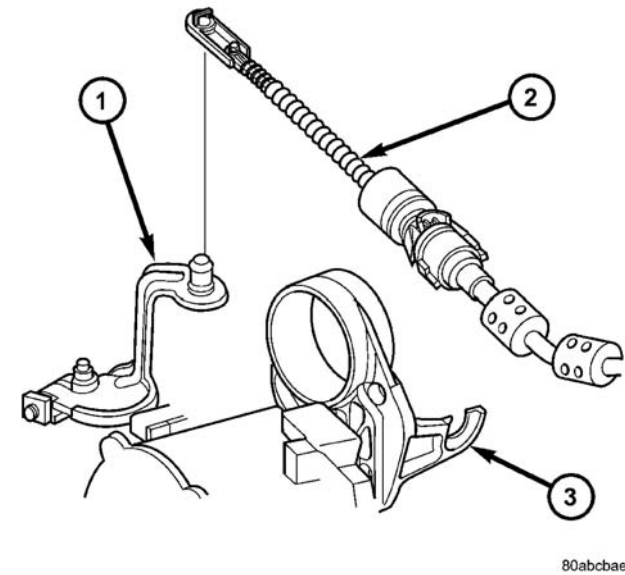

图 180 变速驱动桥处的换档拉线
- （7）将换档拉线安装到变速驱动桥上安装支架（图 180），应听到“喀哒”声。
- （8）将换档拉线端与变速驱动桥手动阀杆连接（图 180）。